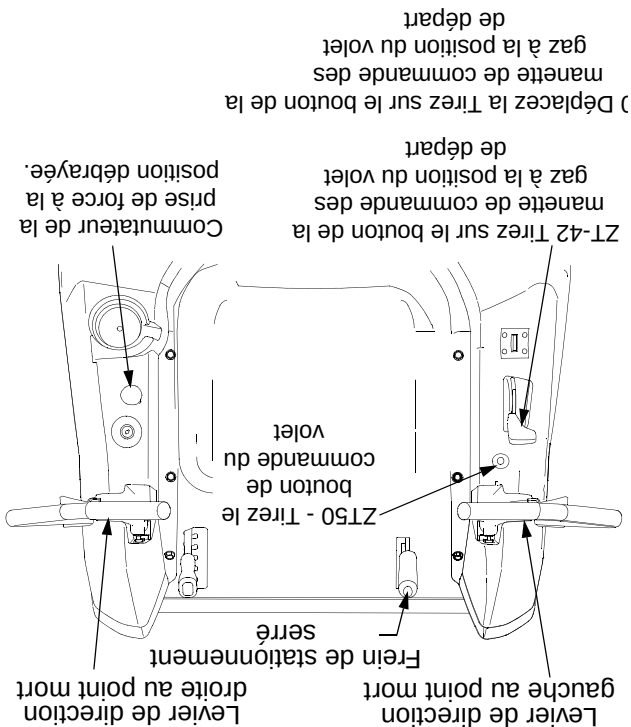

Figure 9
- Poussez les leviers de direction droit et gauche à fond vers l'extérieur, au point mort. Voir la Figure 9.
- Serrez le frein de stationnement. Voir la Figure 9.
- Vérifiez que le commutateur de la prise de force est à la position « Débrayée ». Voir la Figure 9.